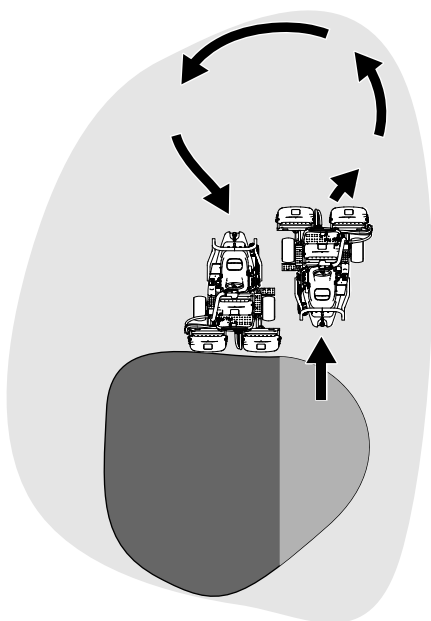

Figura 23
- Per ridurre i tempi operativi e facilitare l'allineamento per la passata successiva, sterzate momentaneamente la macchina nella direzione opposta, quindi sterzatele nella direzione della porzione non tagliata. Questo movimento delinea una curva a goccia (Figura 23) che allinea rapidamente la macchina per la passata successiva.